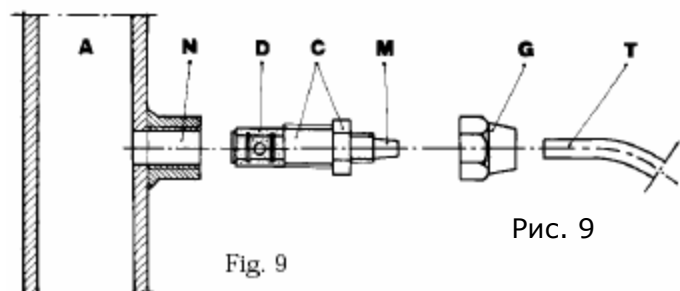

Рис. 9
**ж** – Выберите наиболее подходящее место для врезки в систему и установите в нем стальной коннектор с наружной резьбой 3/8". Данный коннектор не входит в комплект поставки насоса. Вкрутите в этот коннектор инжектор, как показано на рис. 9. Затем подсоедините шланг сброса к инжектору и закрутите гайку G. В данной ситуации инжектор также выполняет функцию невозвратного клапана.
### 3.1. Схема установки инжектора Рис.9